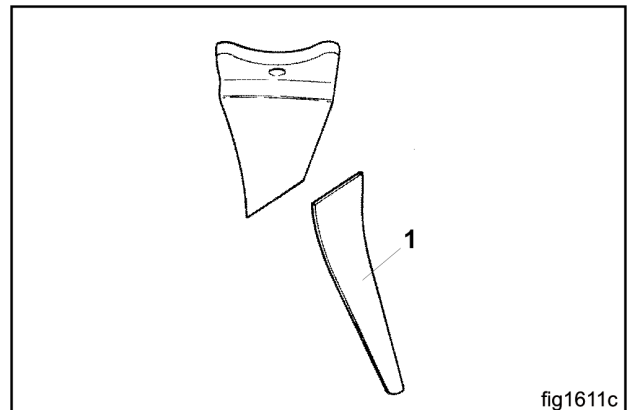

Fig. 126
Bei zunehmendem Verschleiß können die Bodenbearbeitungszinken durch Anschweißspitzen (Fig. 126/1) wieder auf Originallänge gebracht werden. Bodenbearbeitungszinken zuvor nach Kap. 14.4.1 aus dem Werkzeugträger ausbauen.
- Anschweißspitze (Fig. 126/1) an den alten Bodenbearbeitungszinken anhalten, und